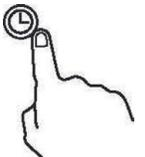

fig.5
- Presione el botón del TIMER (fig.5), luego utilice los botones “+” y “-” para fijar el tiempo.